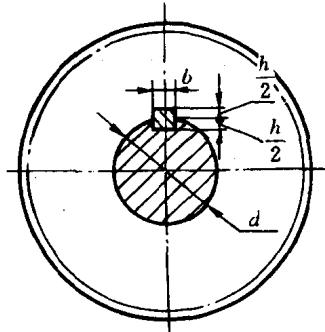

图 1-12
12. 齿轮与轴用平键联接如图 1-12 所示, 需传递的力矩  $M=1960$  ( $N \cdot m$ ), 已知轴直径  $d=70$  (mm), 键的尺寸为  $b \times n \times l=20 \times 12 \times 100$  (mm), 键的许用剪应力  $[\tau]=58.8$  (MPa), 试校核键的剪切强度。(作用在键上的圆周力  $P=2M/d$ )